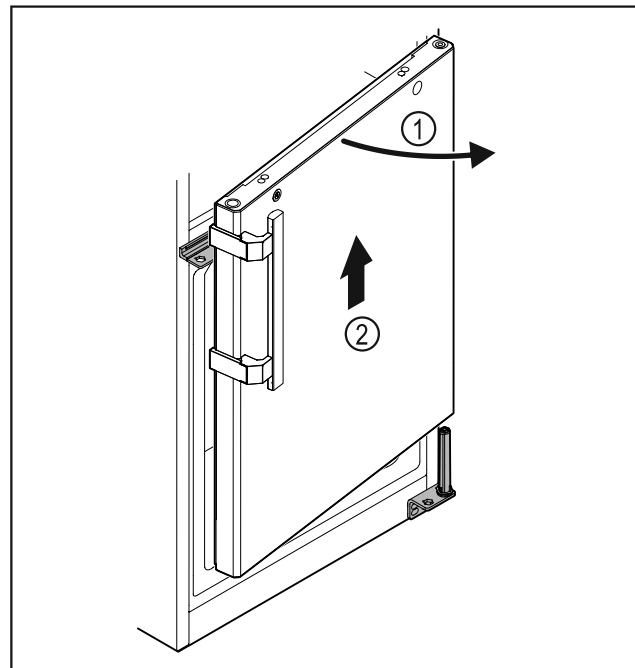

Fig. 28
- ▶ Öppna dörren Fig. 28 (1) något, lyft rakt upp ca 200 mm och ta av den Fig. 28 (2).